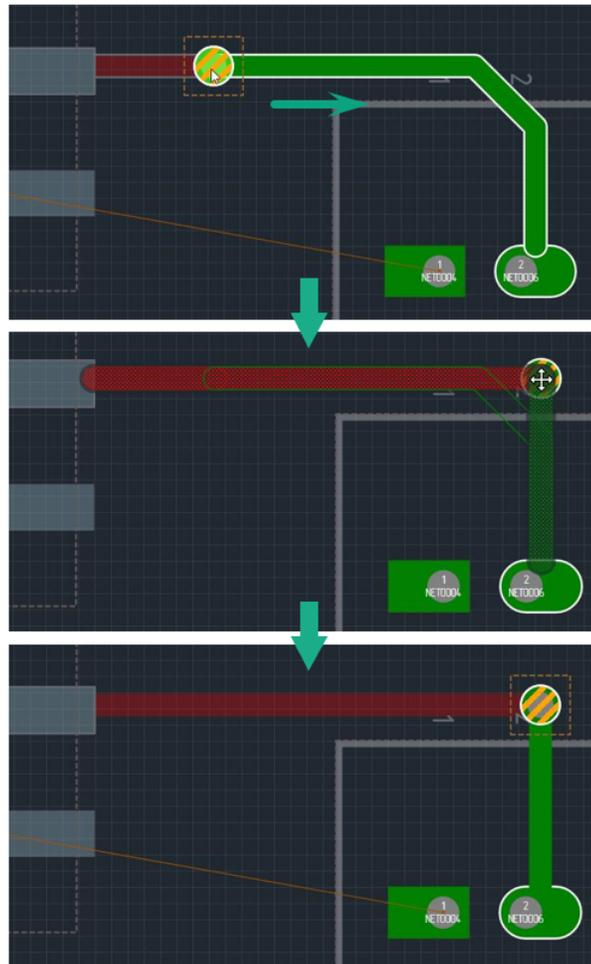

Рис. 270 Перемещение межслойного перехода с подключенными треками
2. Переместите курсор в точку, где должно быть размещено переходное отверстие. Перемещение курсора должно быть плавным, чтобы треки, подключенные к переходному отверстию, были корректно изменены, см. Рис. 270. Во время перемещения курсора на экране отображается возможный вид межслойного перехода и возможное положение треков.